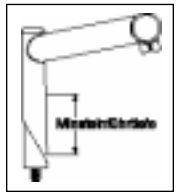

Abb. 1
4. Bei Gabelschafttrohren mit Gewinde müssen Sie den Vorbau bis zu einer minimalen Tiefe entsprechend den Vorschriften der CPDC- und JIS-Normen einschieben. Die Einschubtiefe des Vorbaus muß mindestens das 2,5-fache des Durchmessers des Vorbaus betragen, gemessen vom unteren Ende des Vorbaus, nicht des Keils (siehe Abb. 1)